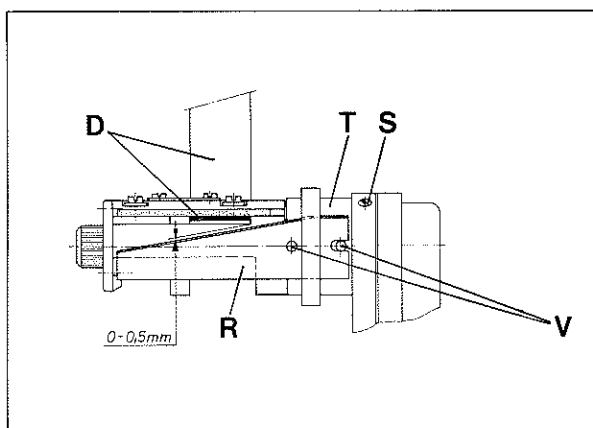
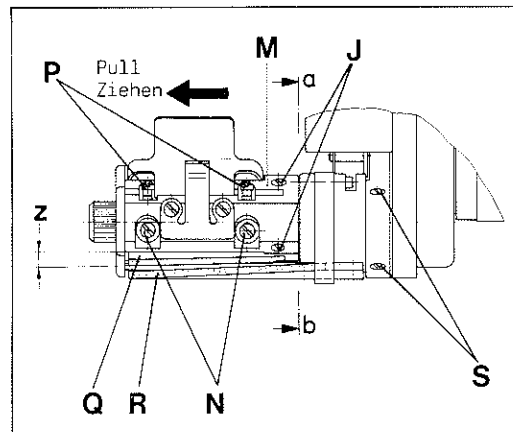
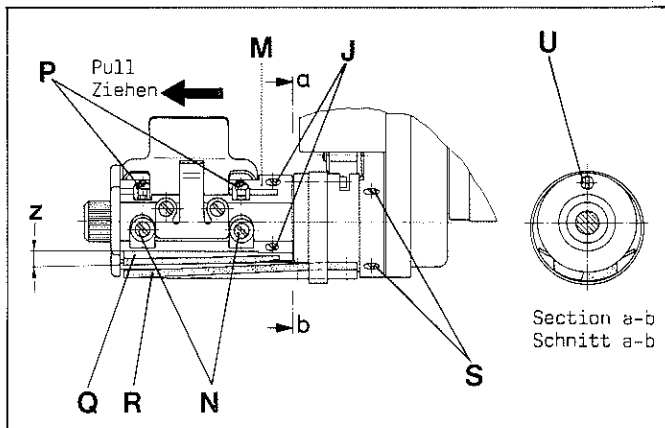

Fig.50
Fig. 49
Fig.51
Loosen the two screws (N, Fig. 49) very slightly and set with stop screws (P) the lower knife (Q) down so far that the cutting edges of upper and lower knife will press slightly against each other at the right where the cutting starts.
Lösen Sie die beiden Schrauben (N, Fig. 49) ganz leicht und stellen Sie mit den beiden Anschlägschrauben (P) das Untermesser (Q) soweit nach unten, daß die Schneidkanten von Ober- und Untermesser rechts, wo das Schneiden beginnt, leicht gegeneinander drücken.
Now by further turning in the left screw (P) set the lower knife (Q) in a slightly slanting position (shear angle z , Fig. 49), so that both knives remain in punctual contact while cutting. Tighten the two screws (N) and secure the position of stop screws (P) with engineering adhesive.
Loosen screw (S, Fig. 50) and rotate bushing (T) with upper knife (R) so that there will be a distance of 0 to 0,5 mm (0 to .020 in.) for the tape (D), see Fig. 50. Retighten screw (S).
Loosen screws (J, Fig. 49) and pull-off knife holder assembly (M) in direction of the arrow (see Fig. 49) and remove the plastic washer. Turn clamp bolt (U, Fig. 51) in any direction by 180° and remove the upper knife (R, Fig. 50).
Insert a new upper knife on bolts (V) and turn clamp bolt (U, Fig. 51) again by 180° which fastens the knife.
Replace the plastic washer and slip-on knife holder assembly (M, Fig. 49), rotate it into the correct position with respect to the lower knife (R) and retighten screws (J).
Stellen Sie nun durch weiteres Eindrehen der linken Schraube (P) das Untermesser (Q) leicht schräg (Scherwinkel z , Fig. 49), so daß beim Schneiden beide Messer punktförmig in Kontakt bleiben.
Lösen Sie die Schraube (S, Fig. 50) und verdrehen Sie die Buchse (T) mit dem Obermesser (R) so, daß für das Band (D) ein Abstand von 0 bis 0,5 mm entsteht, siehe Fig. 50. Ziehen Sie die Schraube (S) wieder an.
Lösen Sie die Schrauben (J, Fig. 49) und ziehen Sie den kompletten Messerhalter (M) in Pfeilrichtung (siehe Fig. 49) ab und entfernen Sie die Kunststoffscheibe. Drehen Sie den Spannbolzen (U, Fig. 51) in beliebiger Richtung um 180° und entfernen Sie das Obermesser (R, Fig. 49).
Setzen Sie ein neues Obermesser auf die Bolzen (V) und drehen den Spannbolzen (U, Fig. 51) wieder um 180° , damit ist das Messer befestigt.
Legen Sie die Kunststoffscheibe auf und schieben Sie den kompletten Messerhalter (M, Fig. 49) wieder ein, verdrehen Sie ihn in die richtige Stellung zum Untermesser (R) und ziehen Sie die Schrauben (J) wieder an.